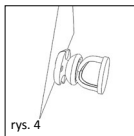

rys. 2
■ **rys. 1a, 1b/2** Na tarczy szisera (rys. 1a, 1b) do protez częściowych znajduje się sześć umieszczonych satelitarne pojedynczych szisów o różnej długości (2,0-4,5 mm). Na tylnej stronie każdego szisera wskazywana jest odpowiednia długość (rys. 2). Włgębienia i otwory służą do redukcji wagi oraz lepszej orientacji podczas pomiaru w uchu środkowym.